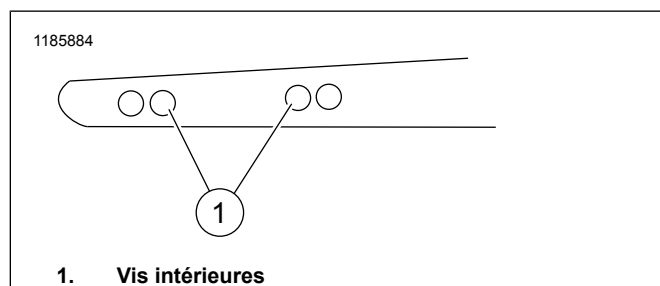

Figure 2. Vis intérieures de la configuration à quatre vis
1. Voir la figure 2. **FXLR FLSL, FXFB, FLDE** : retirer les vis du côté Équipement d'origine (Équipement d'origine) droit.
- a. Retirer les deux vis du support de garde-boue présentant une configuration à deux vis ou enlever les vis intérieures (1) du support du garde-boue présentant une configuration à quatre vis.